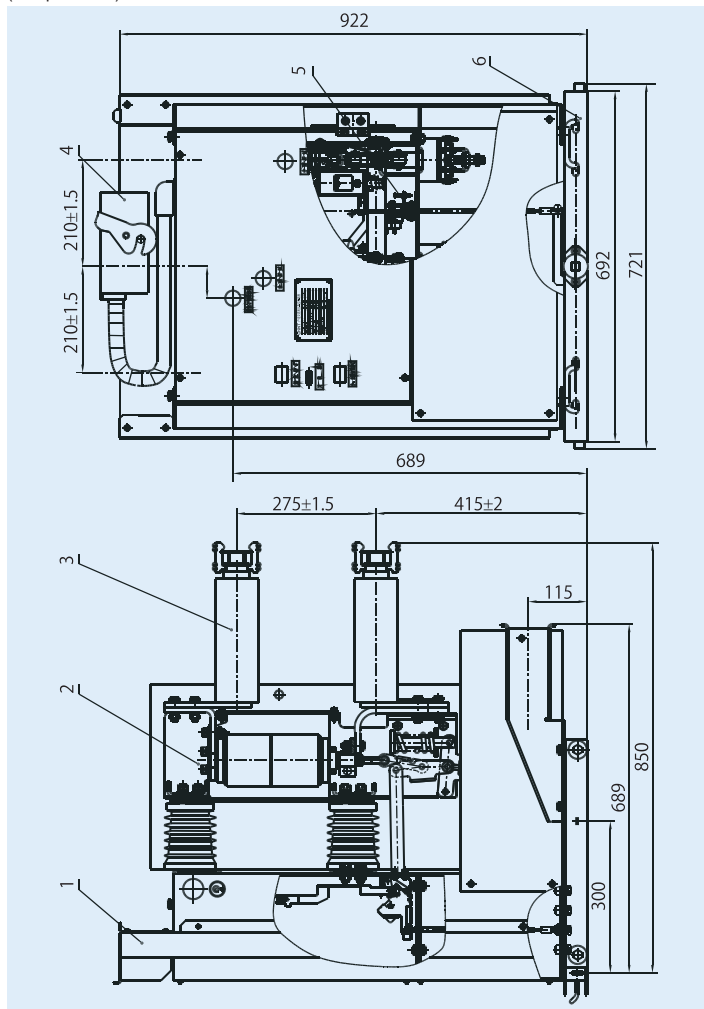

Рис.6.4 Выключатель выкатного исполнения
6.3 Конструкция и размеры выключателя выкатного исполнения (см. рис. 6.4)